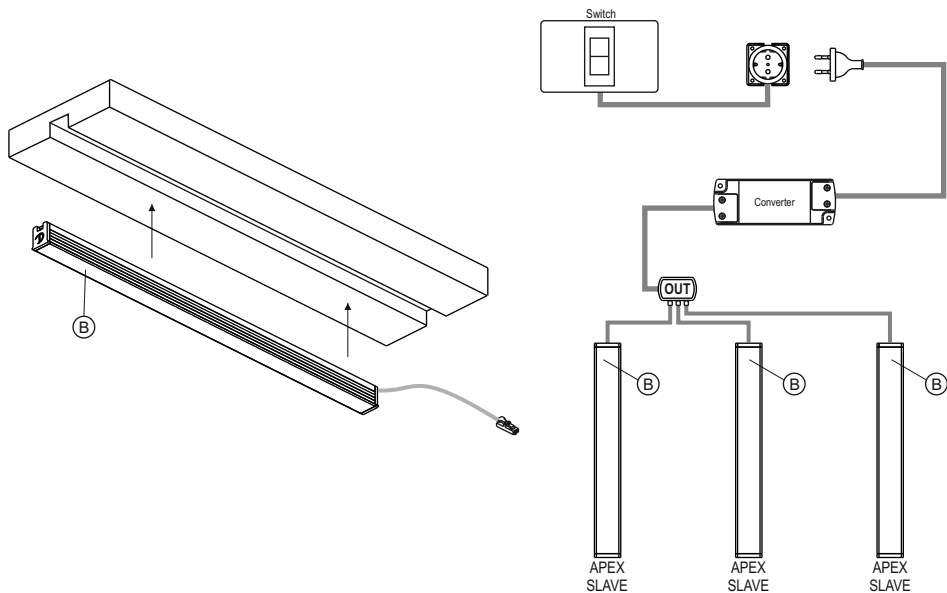

Fig.6
APEX SLAVE (B) ist eine Leuchte ohne Schalter, somit muss die Einschaltung über einen separat auf der Primärseite des Konverters angeschlossenen Schalter erfolgen oder über eine gesteuerte Steckdose, wie in Abbildung 6 dargestellt.